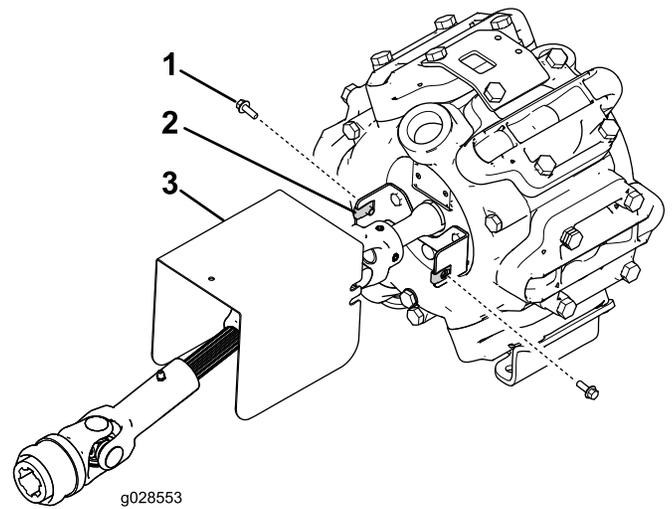

図 5
7. シールドサポートブラケットに、駆動シャフトシールドを取り付けるフランジヘッドボルト1/4 x 3/4 インチ2本とクリップ2個を使用する 図 5。